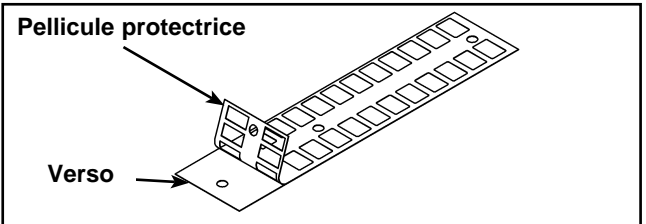

Figure 17
- A. Détachez lentement et avec précaution le verso de l'autocollant. Reportez-vous à la figure 17. **REMARQUE :** Lorsque vous détachez le verso, assurez-vous que les autocollants demeurent fixés sur l'adhésif.